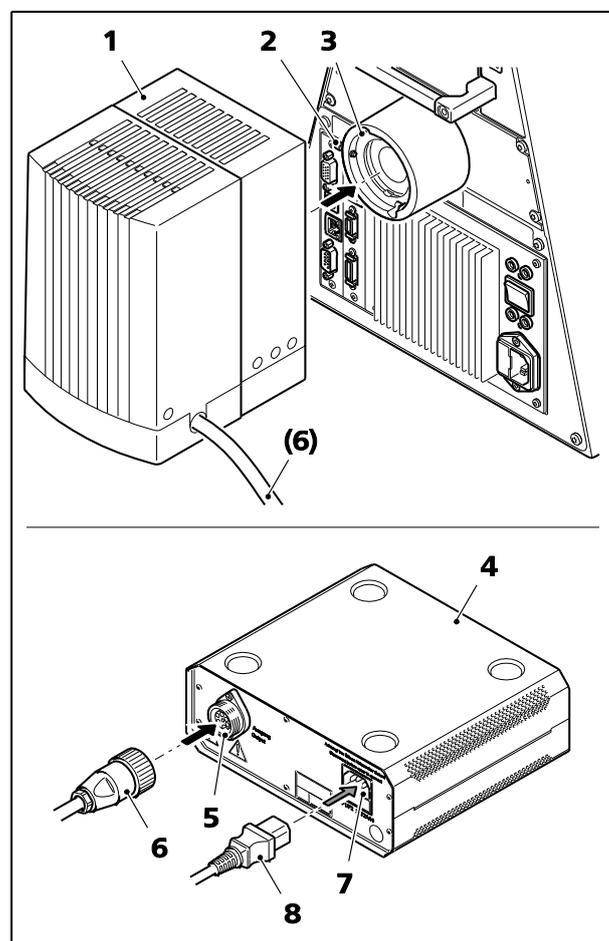

Fig. 54 Bloc d'alimentation (régulateur de puissance) pour HBO 100
- Retirer le cache de la prise de la lampe réfléchie (Fig. 54/3).
- Insérer la queue d'aronde du boîtier de la lampe (Fig. 54/1) dans la douille de la lampe réfléchie (Fig. 54/3) à l'arrière de l'appareil et serrer la vis de serrage (Fig. 54/2) à l'aide d'un tournevis à tête sphérique de 3 mm.
- Insérer la fiche multibroche du dispositif d'éclairage HBO 100 (Fig. 54/6) dans la prise de l'appareil (Fig. 54/5) du bloc d'alimentation HBO 100 (Fig. 54/4) et la fixer à l'aide de la bague d'accouplement.
- Insérer le câble d'alimentation (Fig. 54/8) dans la prise (Fig. 54/7) du bloc d'alimentation HBO 100, puis insérer la fiche du câble dans une prise secteur.